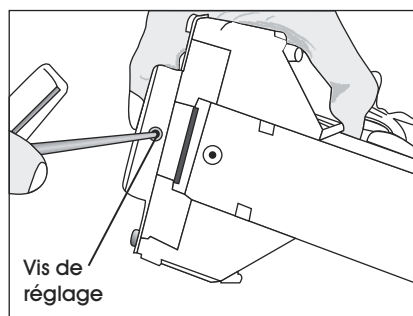

Figure 3
1. Desserrez la vis de réglage qui se trouve sous l'agrafeuse à l'aide d'une clé Allen 3 mm. (Voir Figure 3)